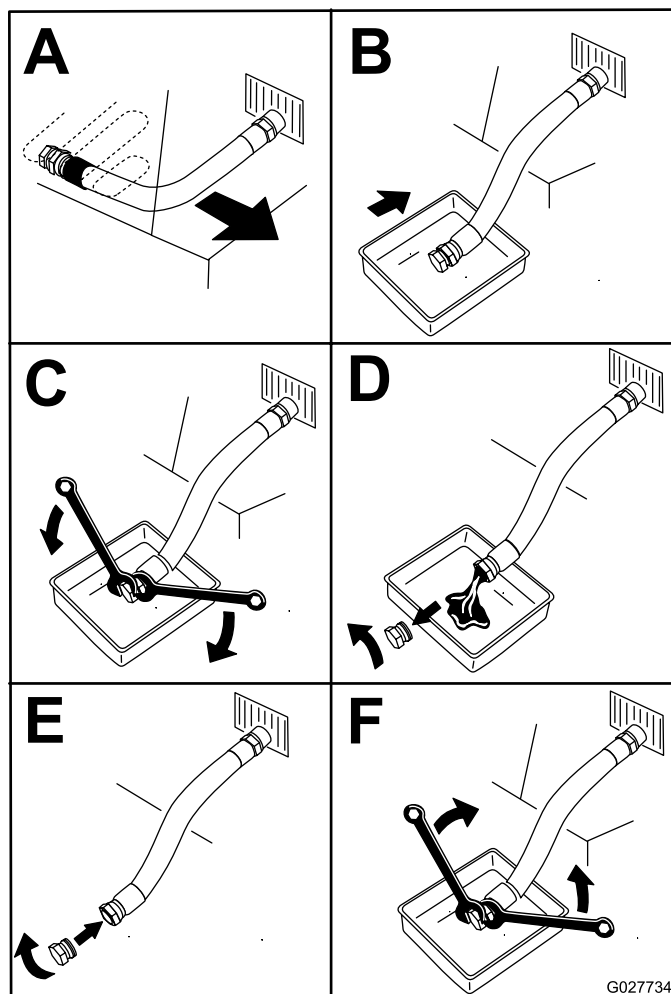

Figure 67
5. Vidangez l'huile moteur (Figure 67).